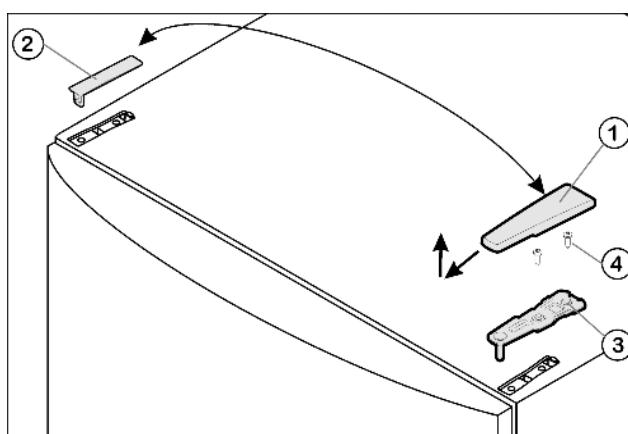

Fig. 4
► Потяните крышку Fig. 4 (1) вперед и вверх.
► Снимите крышку Fig. 4 (2).
- ▶ Открутите верхний опорный кронштейн Fig. 4 (3)(2 шт. Torx® 25) Fig. 4 (4) и вытяните вверх.
- ▶ Установите верхний опорный кронштейн Fig. 4 (3) на новой стороне шарнира и защелкните в дверце.
- ▶ Привинтите верхний опорный кронштейн (**с моментом 4 Нм**)(2 шт. Torx® 25) Fig. 4 (4). При необходимости проделайте отверстия или используйте аккумуляторную отвертку.
- ▶ Наденьте и защёлкните крышку Fig. 4 (1) и крышку Fig. 4 (2) на противоположной стороне снаружи.